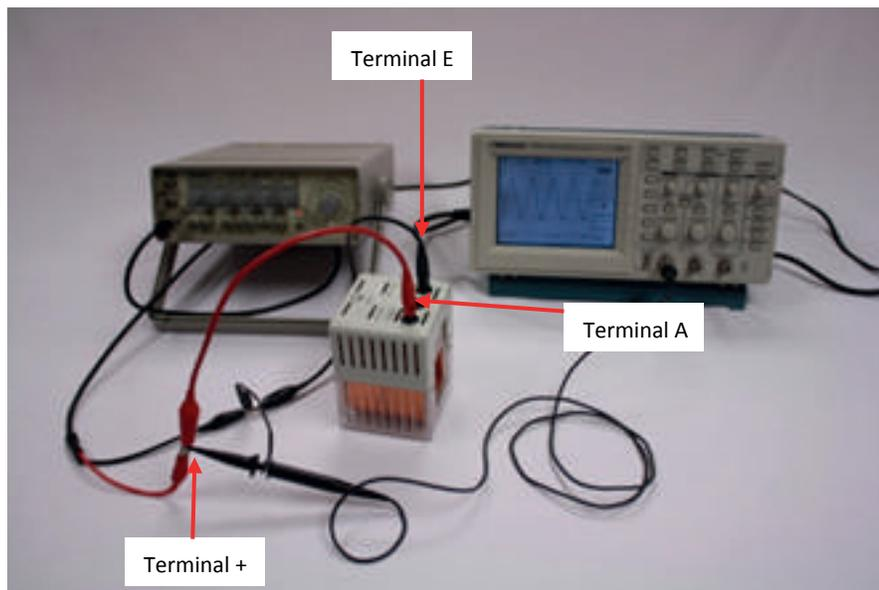

Figura 2.2. Conexión bobina inductora
- Conecte la bobina inductora, como se muestra en la figura 2.2.